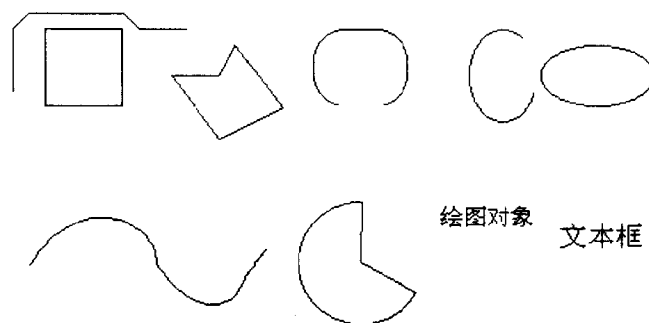

图1.2 绘制对象
- (3) 圆弧(Arcs): 一段弧线。
- (4) 椭圆弧(Elliptical Arcs): 一段椭圆弧线。
- (5) 椭圆(Elliptical): 实心椭圆。
- (6) 圆饼(Pie Charts): 实心圆饼。
- (7) 直线(Lines): 只具有线的功能, 可以改变线条粗细。
- (8) 矩形(Rectangle): 实心矩形。
- (9) 圆角矩形(Round Rectangle): 实心圆角矩形。
- (10) 多边形(Polygons): 实心多边形。
- (11) 曲线(Beziers): 自由曲线。
- (12) 图片(Graphic): 可以是各种图片。
- 绘制对象见图 1.2。